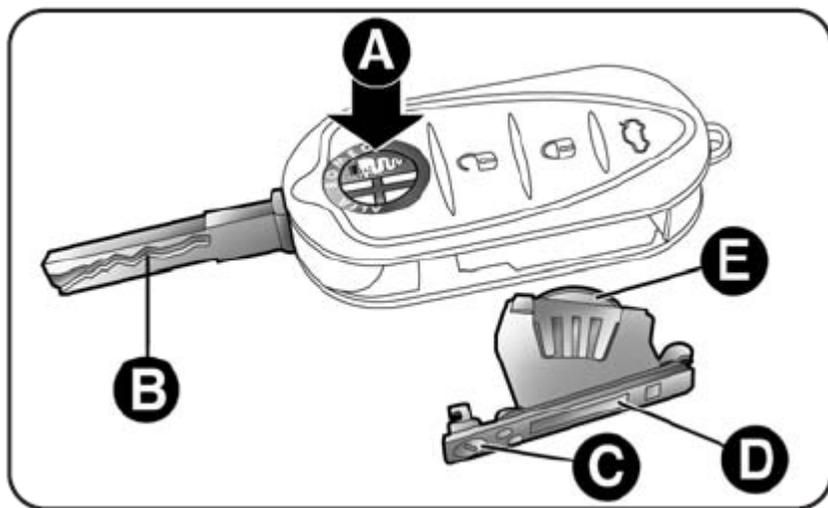

Рис.17
- нажать кнопку **A**- рис. 17 и разложить металлическую часть **B** ключа, при помощи тонкой отвертки повернуть винт **С** на ;